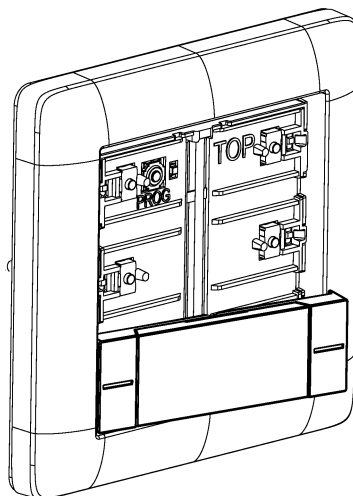

Imagen 6: Colocar el interruptor basculante de mando de lado
- Colocar el interruptor basculante de mando de lado (Imagen 6).